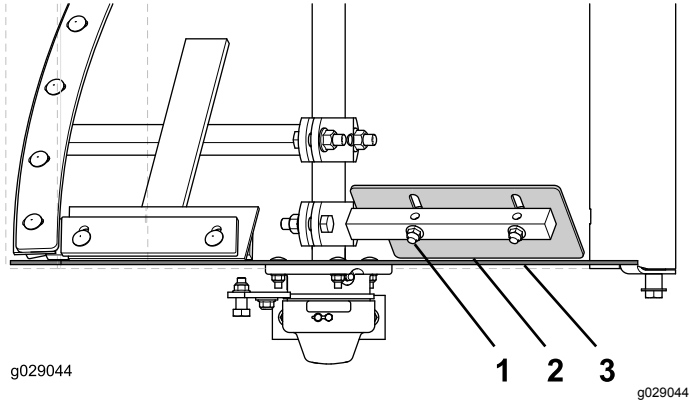

Figura 73
2. Afloje los pernos de cabeza redonda y las contratuercas prensadas que sujetan la paleta de extremo ajustable a la paleta fija. (Figura 73)